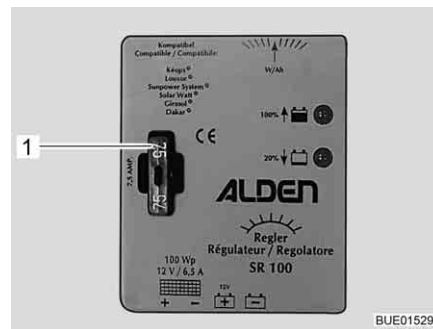

Bild 170 Sicherung Solar-Laderegler 100 W
- Flachsicherung 5 A/hellbraun (Bild 170,1) wechseln.